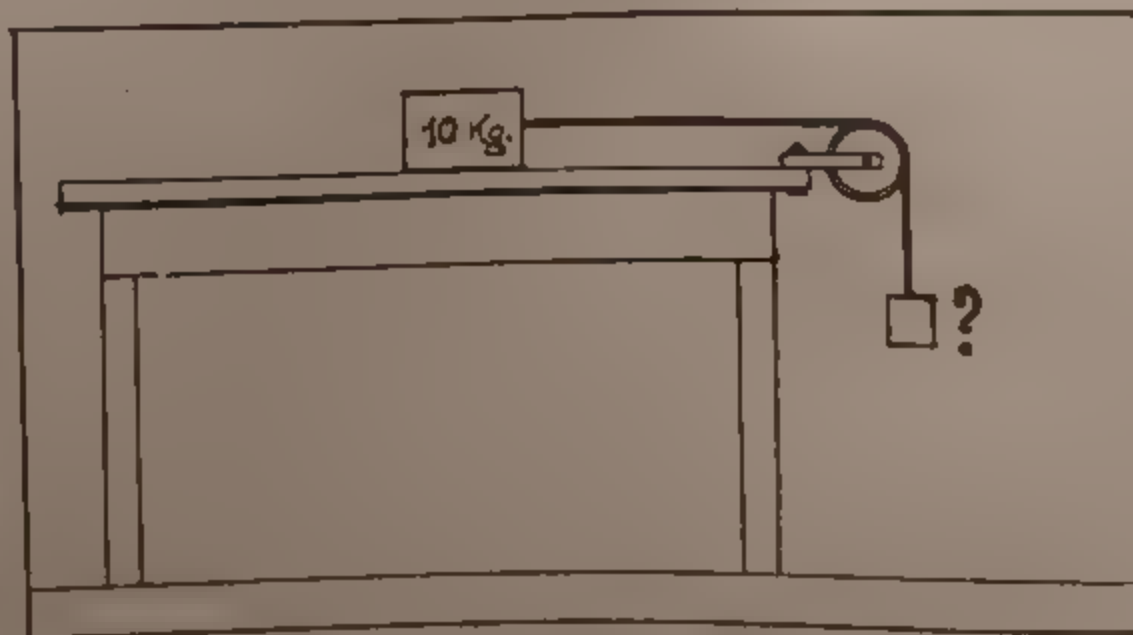

Fig. 38. — ATTRITO RADENTE.
**35. Attriti e resistenze.** — L'*attrito* è l'ostacolo che trova un corpo solido che si muove restando in contatto con un altro corpo pure solido. Esso dipende dalla natura delle superfici di contatto, ma non dalla loro estensione, e dalla forza che preme i due corpi l'uno contro l'altro, ma non dalla loro velocità relativa. L'*attrito* si dice *radente* se i due corpi strisciano l'uno contro l'altro, come nel caso di un corpo appoggiato su di un piano e tirato con una fune (fig. 38); si dice *volvente* quando un corpo rotola su di un altro, come fa la superficie esterna di una ruota sul suolo. L'*attrito volvente* è sempre molto minore di quello *radente*: ma, neanche nei perni delle ruote,